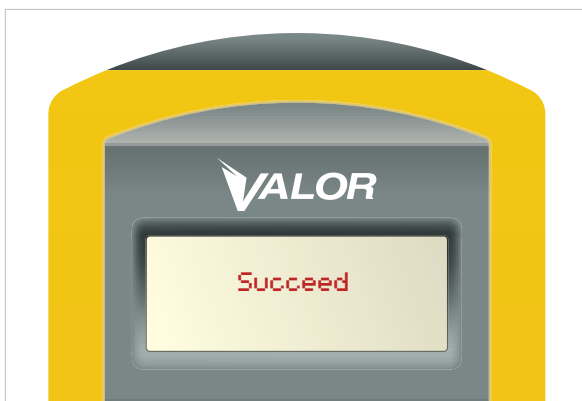

Figure 20
1. Une fois que le SmarTool a terminé la transmission des renseignements à l'émetteur-récepteur, l'écran indique Succeed (réussite). (Figure 20)